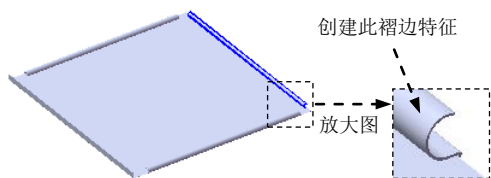
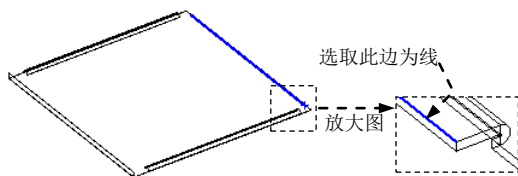

图 17.12.36 创建褶边 4
图 17.12.37 定义特征的边线
Step11. 创建图 17.12.36 所示的褶边 4。
(1) 选择命令。选择下拉菜单 **插入(I)** → **钣金(B)** → **褶边(R)...** 命令，系统弹出“褶边”对话框。
(2) 定义特征的边线。单击 **边线(E)** 区域中的“折弯在外”按钮 。选取图 17.12.37 所示的模型边线为生成褶边的边线。
(3) 定义褶边类型和大小。在 **类型和大小(T)** 区域中选择“滚轧”选项 。在  文本框中输入角度值 200，在  文本框中输入数值 4.0。
(4) 单击  按钮，完成褶边 4 的创作。